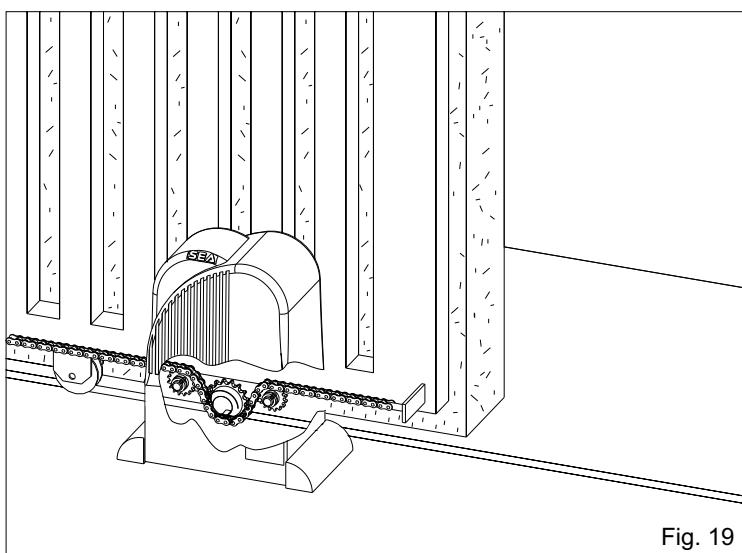
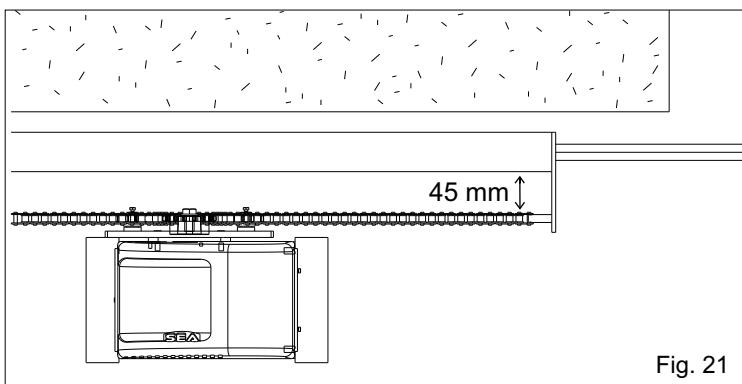
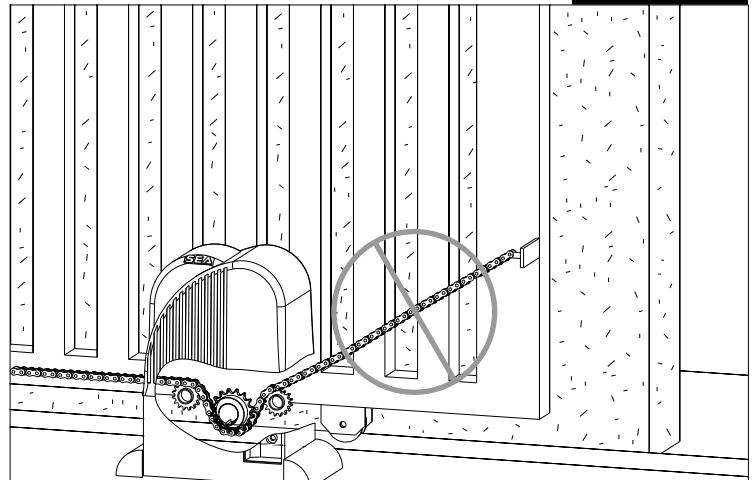

Fig. 19
Fig. 21
Fig. 22
En las Fig. 19 y 20 es posible ver la correcta instalación respectivamente con cancela abierta y cerrada; notar el recorrido obligado de la cadena al interior del grupo pinión que no tiene que ser modificado.
**Nota:** Los agujeros por el tensor de cadena y así la misma cadena tienen que estar a una distancia mínima de 45 mm (Fig. 21).
**19.2.** Instalar la cadena haciéndola pasar por el grupo piñón como en Fig. 18. La cadena tiene que estar siempre en línea, verticalmente (Fig. 19) y horizontalmente (Fig. 21), si no está perfectamente alineada (Fig. 22 y 23) puede causar un descarrilamiento de la misma desde el grupo piñón o se arriesga un esfuerzo mayor por el motorreductor habiendo así un funcionamiento incorrecto de la implantación.